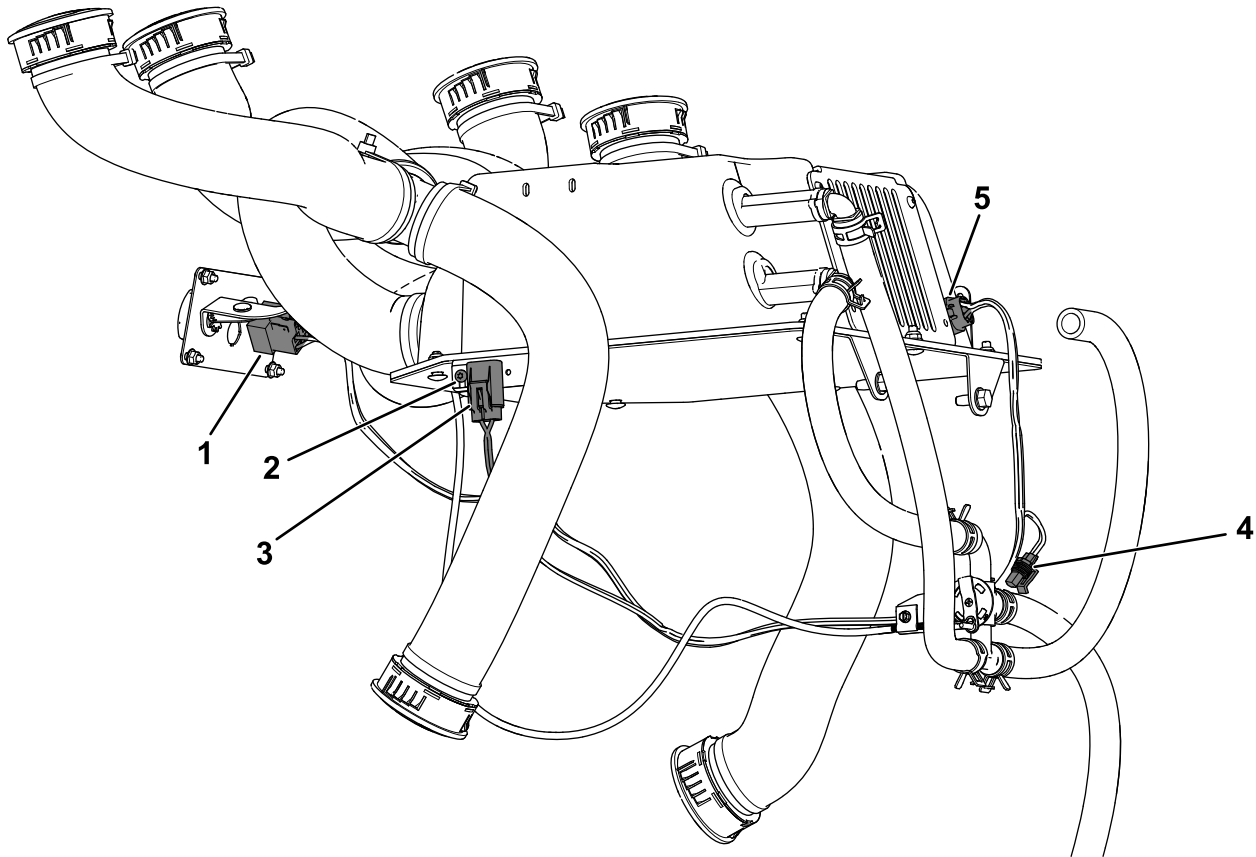

Figura 23
1. Instale la cubierta de fusibles (suministrada con el arnés de cables del kit) en el lado izquierdo de la caja del calentador con el perno de cabeza plana (n.º 10-24 x $\frac{3}{8}$ "), tal y como se muestra en la Figura 23.
2. Enrute el arnés de cables del kit, tal y como se muestra en la Figura 23.